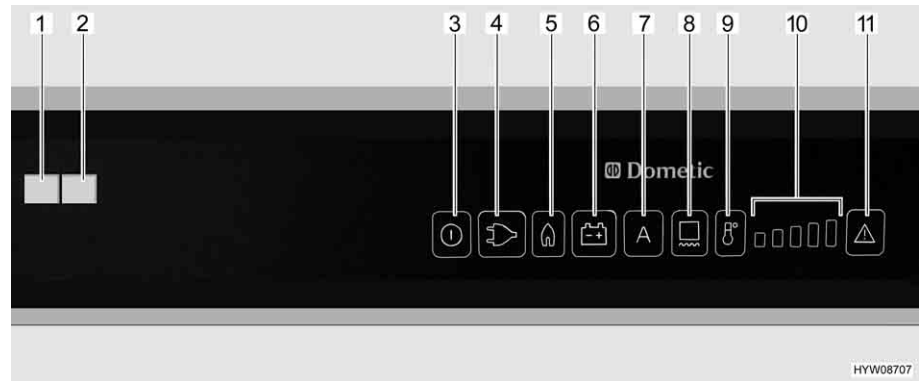

Bild 177 Reglage, knappar för kylskåpet (Dometic RMD)
När väljaren står på "AES", **ingen** 230 V-försörjning är ansluten och fordonsmotorn är **avstängd**, väljer AES gasdrift. När gasdriften väljs öppnas tändsäkring automatiskt så att gas kan strömma till brännaren. Samtidigt tillkopplas den elektroniska tändaren. Om gaslågan skulle slockna, t. ex. på grund av att det blåser, aktiveras tändaren direkt igen och tänder gasen. Vid en störning under gasdrift blinkar ljusknapparna "Gas" (Bild 177,5) respektive "Störning" (Bild 177,11). Kontrollampan "Störning" (Bild 177,1) tänds och ett akustiskt larm ljuder i 20 sekunder.
När kylskåpet sätts på väljs automatiskt en termostatinställning i mittläge. Denna inställning kan ändras manuellt med knappen temperaturnivåval (Bild 177,9). Kontrolllamporna (Bild 177,10) visar den valda termostatinställningen. Med hjälp av knappen temperaturnivåval ställs kyltemperaturen in för alla tre energikällorna. Det tar alltid några timmar innan man har en normal drifttemperatur i kylskåpet. Om en omkoppling sker till ett andra driftläge förändras termostatinställningen inte. Kyltemperaturen bibehålls oberoende av den valda energikällan.
- Koppla in ramvärmen under 2 timmar: Tryck på knappen (Bild 177,8) en gång. En stapel i temperaturnivåvisningen (Bild 177,10) tänds.
- Koppla in ramvärmen under 5 timmar: Tryck på knappen (Bild 177,8) två gånger. Två staplar i temperaturnivåvisningen (Bild 177,10) tänds.
- Ställa in ramvärmen på kontinuerlig drift: Tryck på knappen (Bild 177,8) tre gånger. Tre staplar i temperaturnivåvisningen (Bild 177,10) tänds.
Temperaturnivåvisningen (Bild 177,10) visar under några sekunder ramvärmens driftslängd.
Vid höga utetemperaturer och hög luftfuktighet kan det bildas vattendroppar på metallramen. Därför har kylskåpet ramvärme för frysfacket. Slå på ramvärmen med knappen (Bild 177,8) vid höga temperaturer och hög luftfuktighet. Detta förhindrar korrosion. När ramvärmen är påslagen tänds ljuslampan (Bild 177,8).
- Tryck på på/av-knappen (Bild 177,3) i cirka 2 sekunder. Kylskåpet slår på sig, den senast inställda energisorten eller "AES" indikeras.
- Ställ in kyltemperaturen med knappen temperaturnivåval (Bild 177,9). Kontrolllamporna (Bild 177,10) visar den valda termostatinställningen.
- Tryck på på/av-knappen (Bild 177,3) i cirka 2 sekunder. Kylskåpet slår från, inga indikatorer lyser längre.